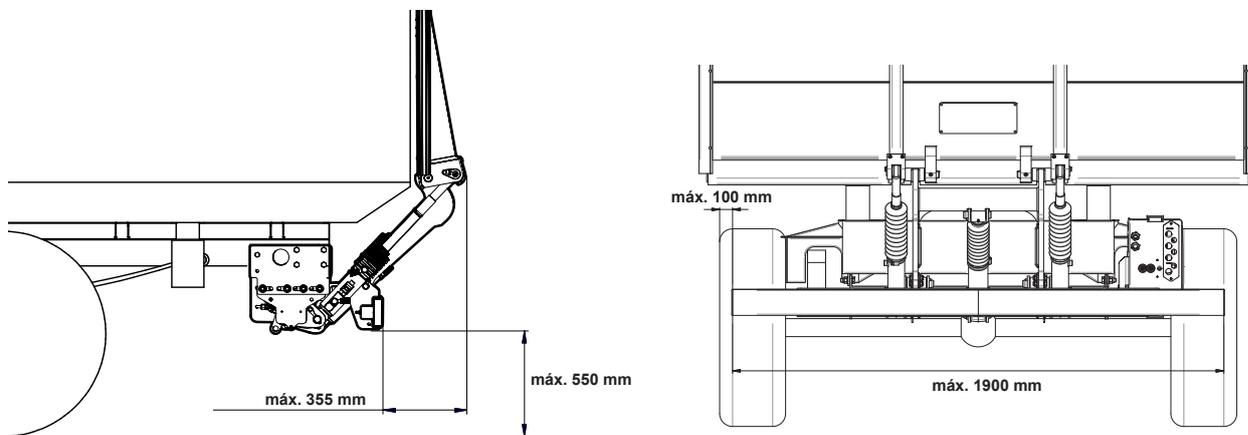

Figura 8. Medidas reglamentarias
- Distancia horizontal desde la parte más externa del puente de elevación a la protección contra el empujamiento: Máx. 355 mm. Véase Figura 8.